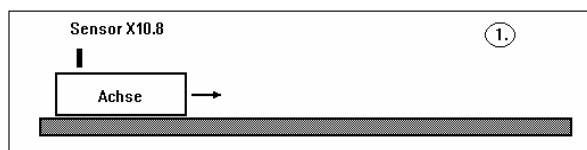
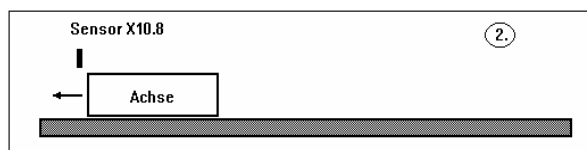

Abbildung 3
Abbildung 4
2. Bei Referenzarten mit Referenzsensor wird die Referenzfahrt in der entgegengesetzten Richtung begonnen, wenn der Referenzsensor bereits beim Start der Referenzfahrt aktiv ist. (siehe Abbildung 3). Nachdem der Referenzsensor frei wird (inaktiv) wird die Achse gestoppt (siehe Abbildung 4). Anschließend wird in der angegebenen Referenzrichtung der Referenzsensor angefahren und die Referenzfahrt entsprechend der Referenzart beendet.